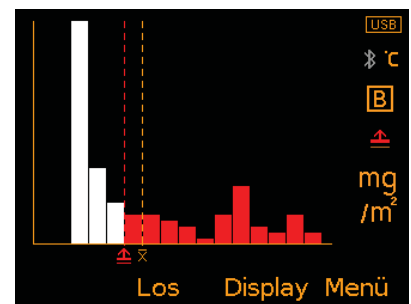

Bild 6: Verteilungskurve
- **Verteilungskurve (Bild 6);** Eine visuelle Darstellung der Verteilung einer Salzverunreinigungsmessung im Verhältnis zum mittleren Verunreinigungsgrad und dem Grenzwert, sofern festgelegt.